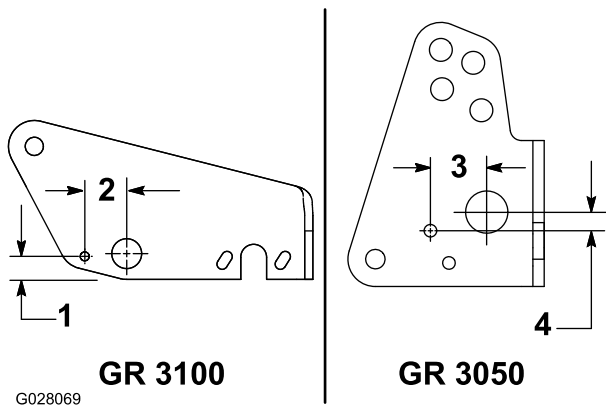

Figura 9
- A. Utilize as dimensões indicadas em Figura 9 para marcar a estrutura.